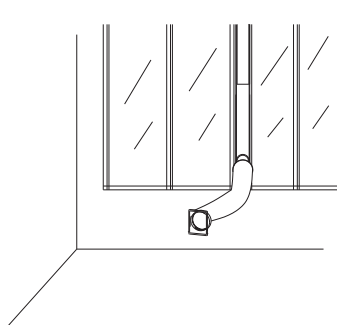

Fig. 8
9. Zamontuj do okna kanał wylotu powietrza, zestaw okienny i akcesoria zgodnie z kierunkiem wskazywanym przez strzałkę na rys. 8.